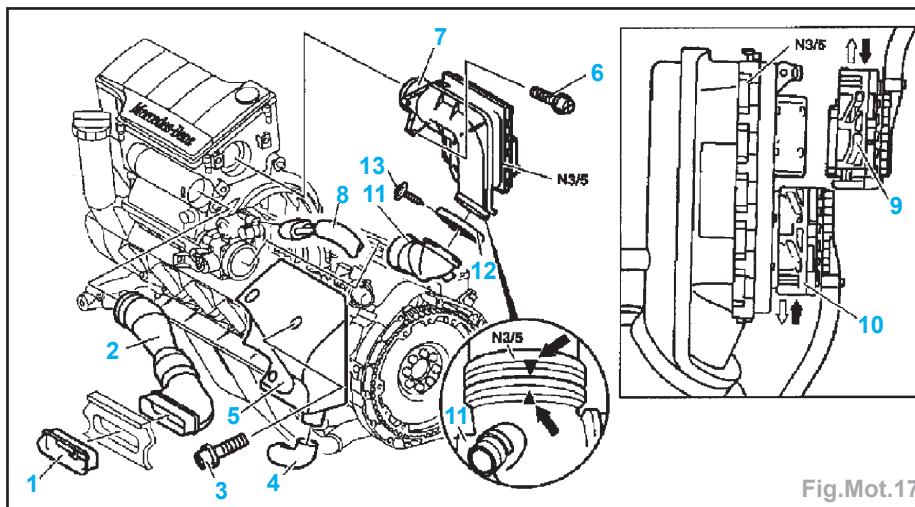

Fig.Mot.17
- Déposer le manchon (1), la conduite d'aspiration d'air (2) ainsi que le résonateur (5) si le véhicule en est équipé (Fig.Mot.17).
- Détacher le connecteur (8) de l'actuateur de régulation de ralenti.
- Détacher les connexions (9) et (10) au niveau du calculateur (N3/5).
**Nota :** Si le calculateur est remplacé, rompre le collier (12) et déposer le flexible d'aspiration d'air (11). Lors de la repose, tenir compte des repères sur le calculateur et sur le flexible (flèches).
- Remplacer la bague d'étanchéité (7).